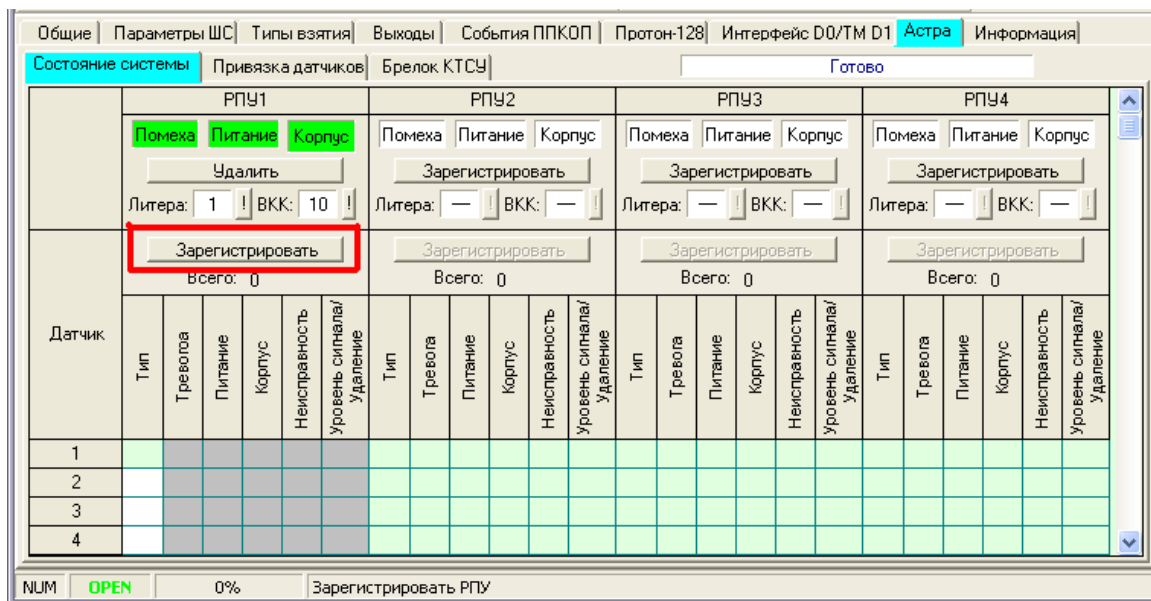

Рисунок 3.13
4) Зарегистрировать извещатели (датчики). С использованием Программатора зайти на вкладку «Астра. Состояние системы» (рис. 3.13).